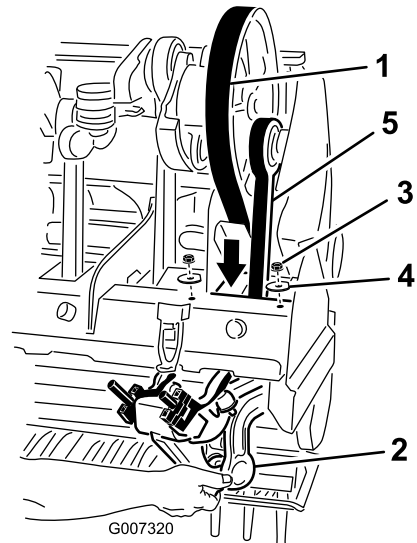

Bild 39
5. Lösen und nehmen Sie die zwei Sicherungsmuttern und Scheiben ab, mit denen der RotaLink-Stoßdämpfer für den Stampfarm Nr. 1 befestigt ist (Bild 39).
- Verlegen Sie den Treibriemen nach unten durch den Aerifizierkopfrahmen und um das untere Ende des Stampfarms Nr. 1 Bild 39 herum.